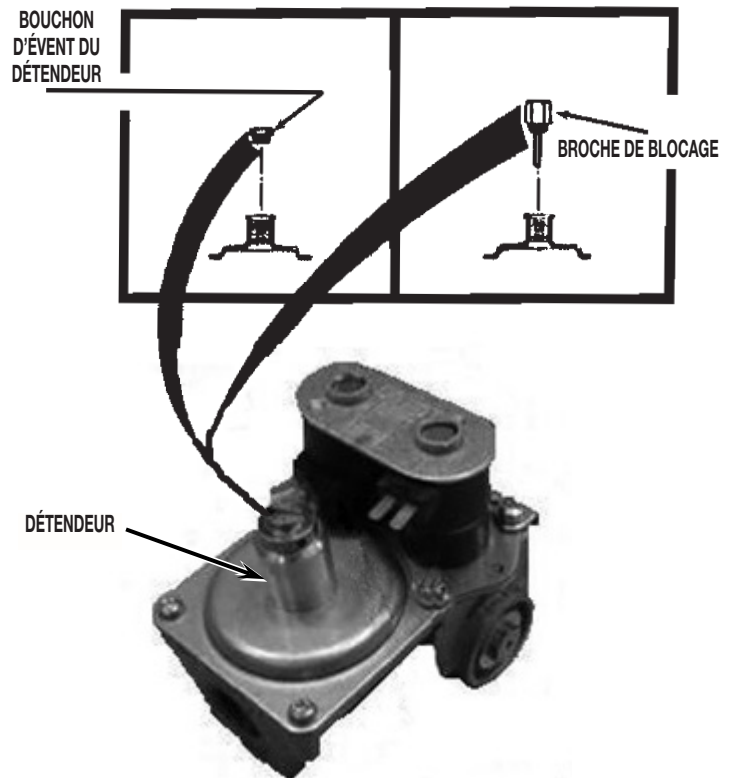

FIGURE 5
- Ôter le bouchon d'évent du détendeur (dispositif de limitation du volume de fuite). Consulter la Figure 5. Passer à l'étape 10.